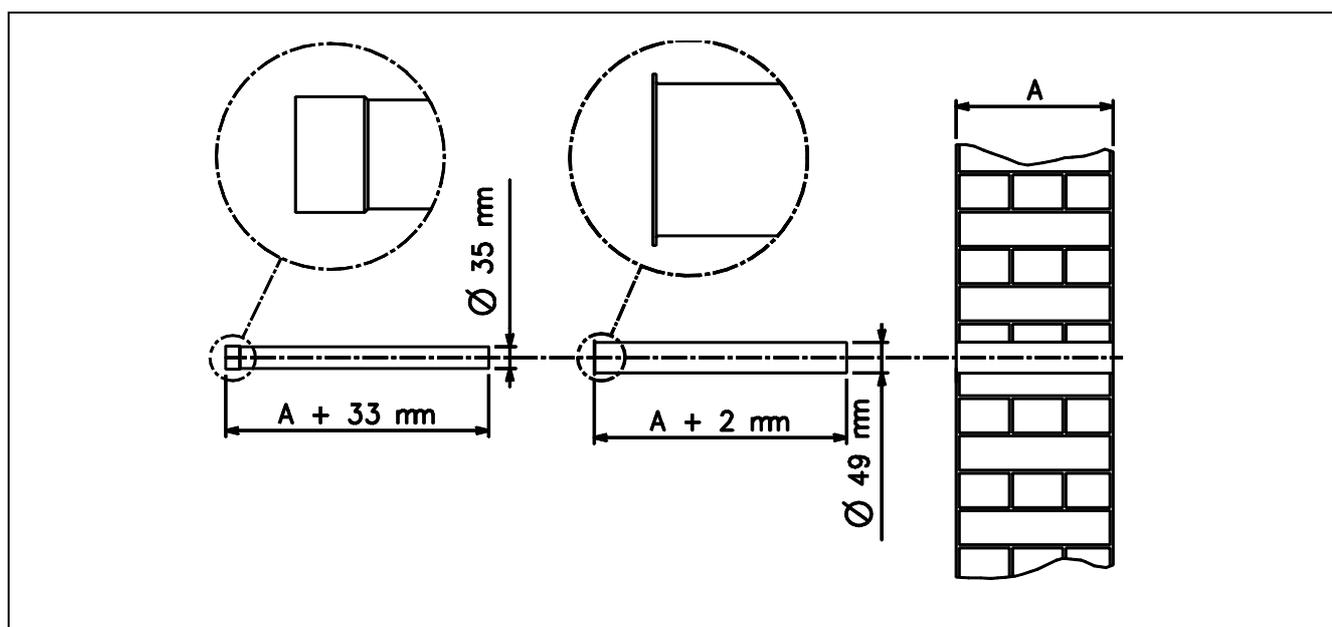

Рисунок 6 – УКАЗАНИЯ ДЛЯ ОБРЕЗКИ ТРУБ ДЛЯ ВОЗДУХА/ГАЗОВ
3. Подстроить длину труб (всасывание и отвод) к реальной толщине стен, отрезав лишний участок: для определения точной длины см. схему на Рисунок 6.